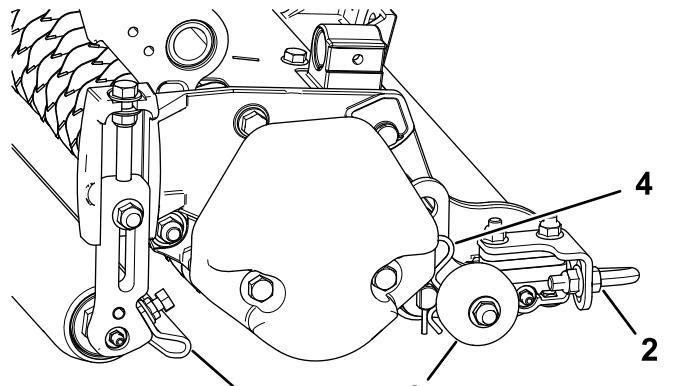

Figure 11
- Desserrez les écrous à embase qui fixent les racloirs de rouleaux (Figure 11).
Avant d'abaisser les verticutters au sol ou de les déposer du groupe de déplacement, abaissez les rouleaux de transport (Figure 11) pour ne pas endommager les lames au contact de la surface dure.